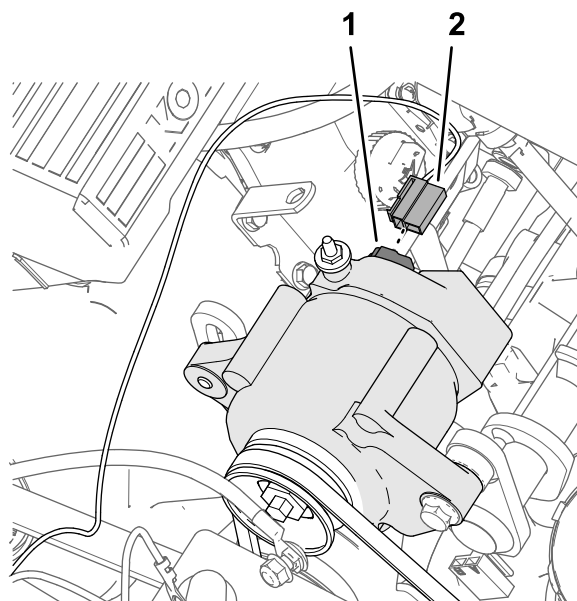

图187
1. 将套件线束粉色57cm端的 2 插槽接头图187连接到交流发电机50A的 2 针接头上。